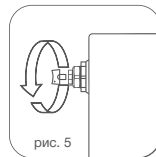

рис. 5
- 8.4. Для удаления воздуха из радиатора в верхней коллектор обязательно установка крана Маевского или автоматического воздухоотводчика. Для удаления воздуха через кран Маевского необходимо периодически (несколько раз в год) вручную стравливать его с помощью специального ключа* (рис. 5)